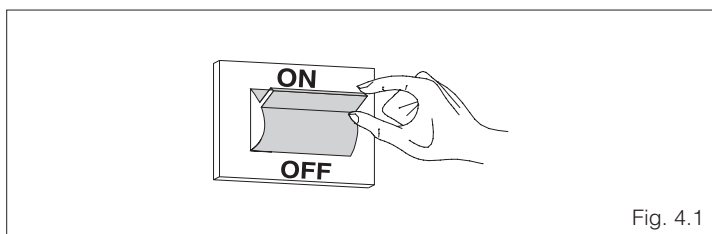

Fig. 4.1
- posizionare l'interruttore generale dell'impianto su "accesso" (fig. 4.1)